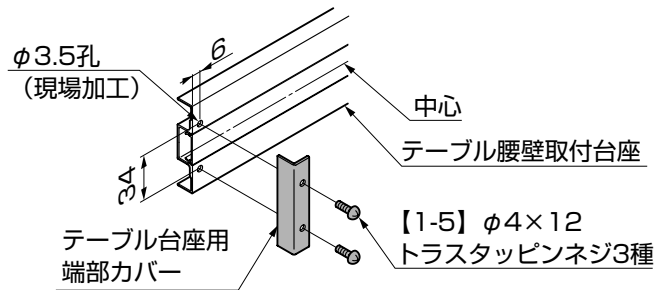

図2-12 A部詳細図
② テーブル腰壁取付台座にφ3.5の孔をあけ、テーブル台座用端部カバーを【1-5】で取付けてください。(図2-12参照)
(3) 天板の取付け